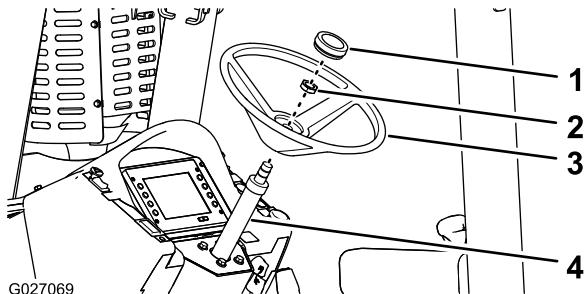

Figure 1
- Faites levier pour déposer le cache-moyeu du volant (Figure 1).
- Retirez l'écrou (13/16 po) qui fixe le volant à la colonne de direction fixe (Figure 1).
- Déposez le volant en le tirant hors de la colonne (Figure 1).